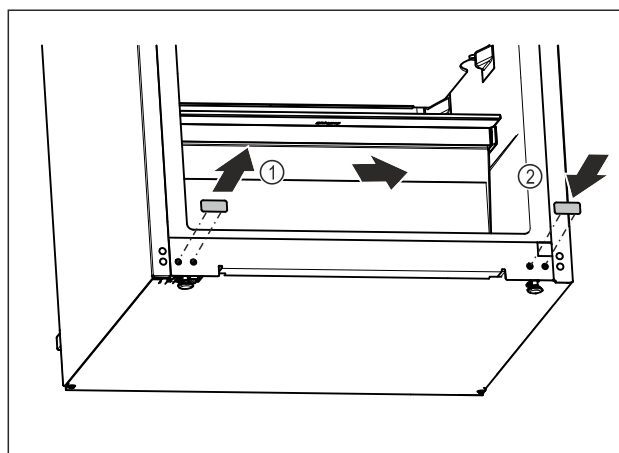

Fig. 17
- ▶ Trek de afdekdop eruit. Fig. 17 (1)
- ▶ Plaats de afdekdop aan de andere kant. Fig. 17 (2)